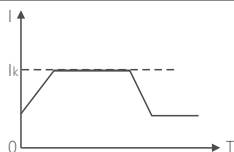

图6.2 起动限流示意图
**F06 起动限制电流** 可设定范围：(50~500)%Ie或者(1~6000)A，%是指电机额定电流的百分比(即参数F19的设定值)。(当F08设为0、2时，该处设定值显示电流值，而不是百分比)。该值用于设定软起动器带电动机起动时的最大限制电流，即当软起动器输出电压增大时，其输出电流将保持在该设定值以内，直至电动机完全起动，电流—时间见图6.2。其中Ik为F06设定值。